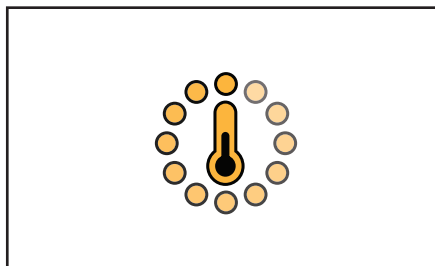

Fig. 4.12- Icône de chauffe
3. L'icône de chauffe (thermomètre occupé) s'affichera sur l'écran tactile (fig. 4.12).